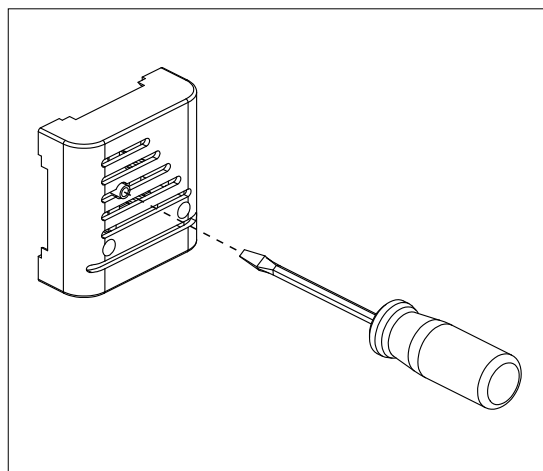

Bild 17. Återaktivering av överhettningsskyddet
- Bastuaggregatets överhettningsskydd har löst ut: **orsaken till att överhettningsskyddet har utlösts måste utredas!** Överhettningsskyddet kan återaktiveras genom att klicka på temperatursensorn (bild 17).